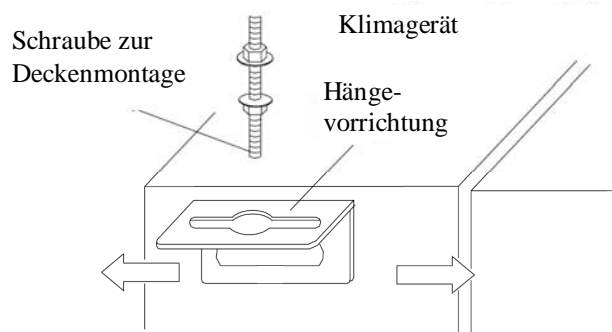

Abb. 39
2. Die Hängevorrichtung ans Innengerät anbringen, wie im Bild 39 dargestellt.